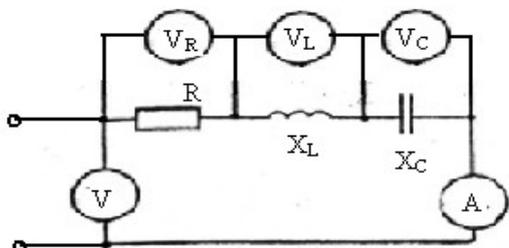

Рисунок 26 – Электрическая схема
**Задача 2.3** На рис. 26 приведена схема электрической цепи переменного синусоидального тока с последовательным соединением активного  $R$ , индуктивного  $X_L$  и емкостного  $X_C$  сопротивлений. Известны эти сопротивления и полная  $S$  мощность цепи. Определить показания приборов, угол сдвига фаз  $\phi$  между напряжением  $U$  и током  $I$  (по величине и знаку), активную  $P$  и реактивную  $Q$  мощности цепи.